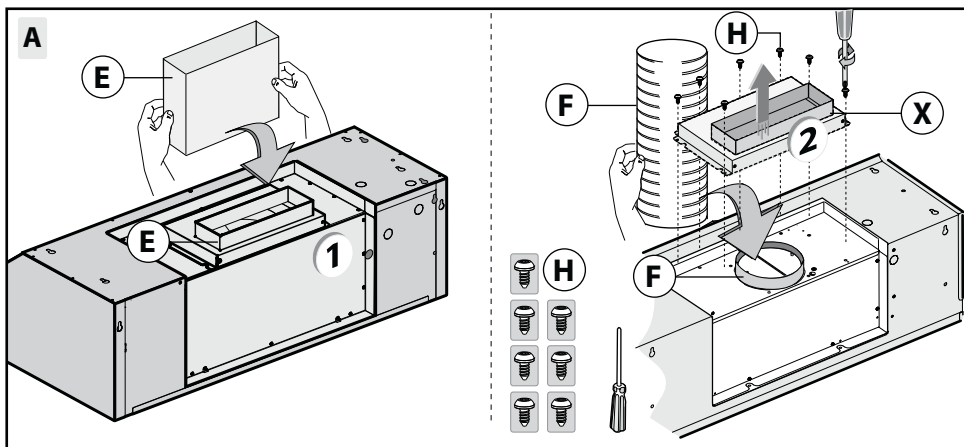

Fig. 3
• **Version avec orifice d'évacuation dans la partie supérieure de la hotte (Fig. 3)**